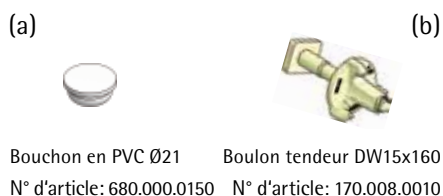

fig. 6
3. Mettre les boulons tendeur DW 15x160 au travers de chaque trou selon la figure 6.